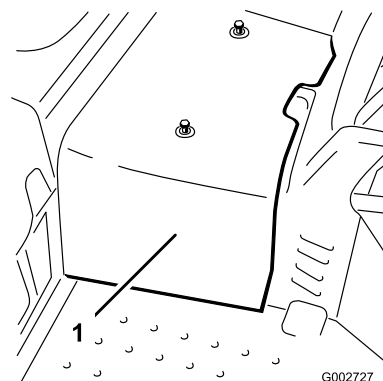

図 39
2. センター・シュラウドを機体に止め付けているネジ2本を外してシュラウドを機体から取り外す(図 39)。